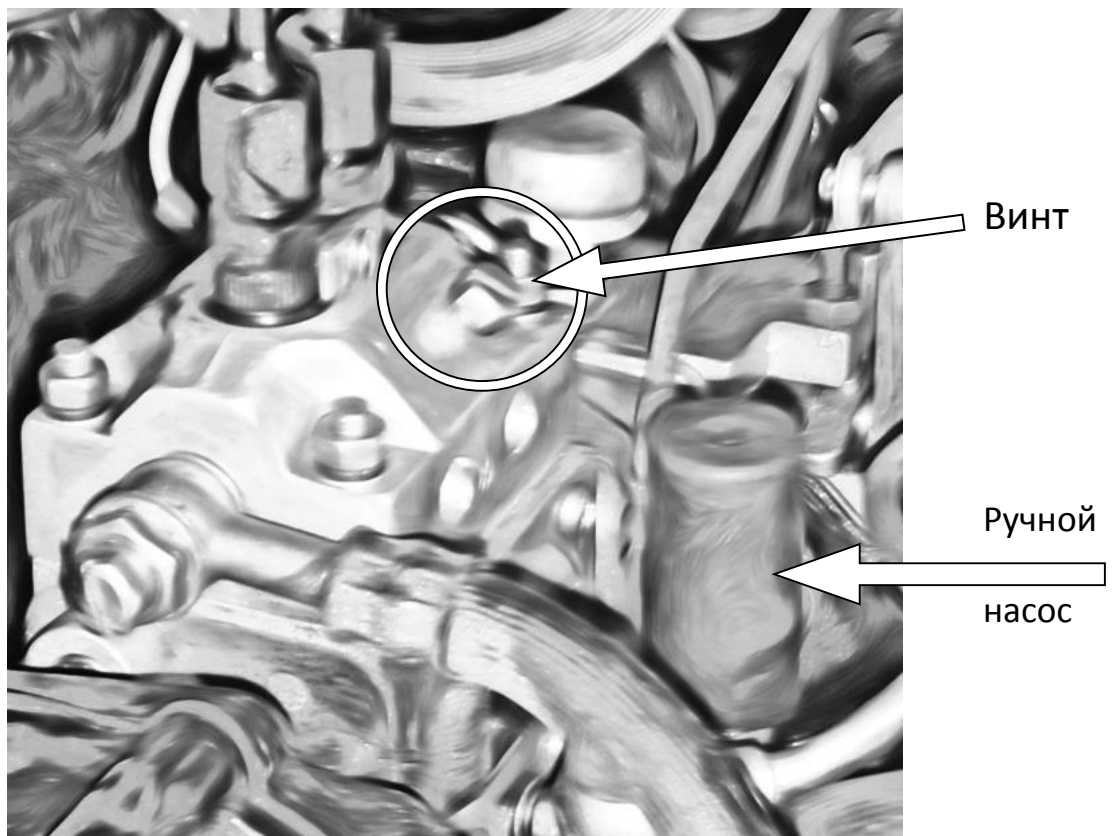

Рис. 3-10. Топливный насос высокого давления ТНВД
4) Выкрутите винт ТНВД (рис. 3-10). Винт должен быть выкручен неполностью. Выпустите воздух, используя ручной насос ТНВД. Топливо из-под винта должно струиться без пузырей. Закрутите винт.